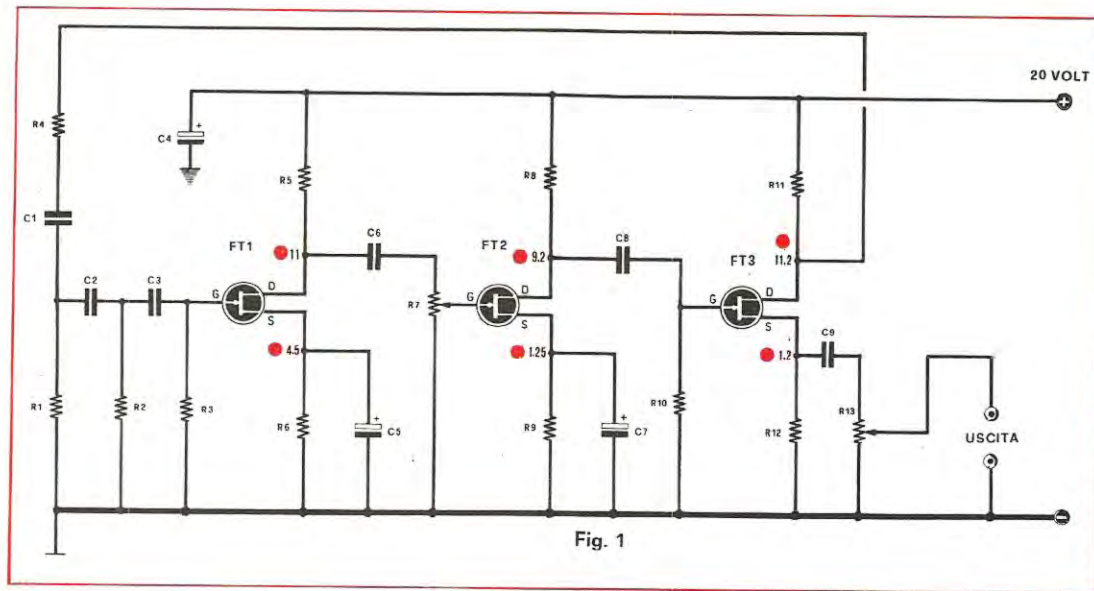

Fig. 1
Osservando lo schema elettrico di fig. 1 si noterà come il preamplificatore sia dotato di due entrate che possono essere separatamente inserite nel circuito tramite il deviatore indicato con la sigla S1.
Lo schema elettrico visibile in fig. 1 ci informa come per questa realizzazione siano necessari tre fet dei quali il primo viene impiegato come oscillatore a resistenza capacità, con una frequenza di oscillazione che viene determinata dai valori delle resistenze R1-R2-R3 e dai condensatori C1-C2-C3.
**Fig. 1** Costruttivamente il transistor si presenta come una sbarretta di materiale N nella quale è stato immessa una giunzione P. I capi della sbarretta N portano due reofori che corrispondono alle due basi mentre la giunzione P è in collegamento con il terminale che corrisponde all'emettitore.
La fig. 1 servirà a darvi una idea più precisa di quanto abbiamo affermato; nella stessa figura inoltre troverete anche le singole denominazioni dei terminali di utilizzazione che sono rispettivamente chiamati: EMETTITORE (che è il terminale corrispondente alla giunzione « P »), BASE 1 (che risulterà sempre collegata al polo NEGATIVO di alimentazione) e BASE 2 (che sarà invece sempre in collegamento col polo POSITIVO della tensione di alimentazione).